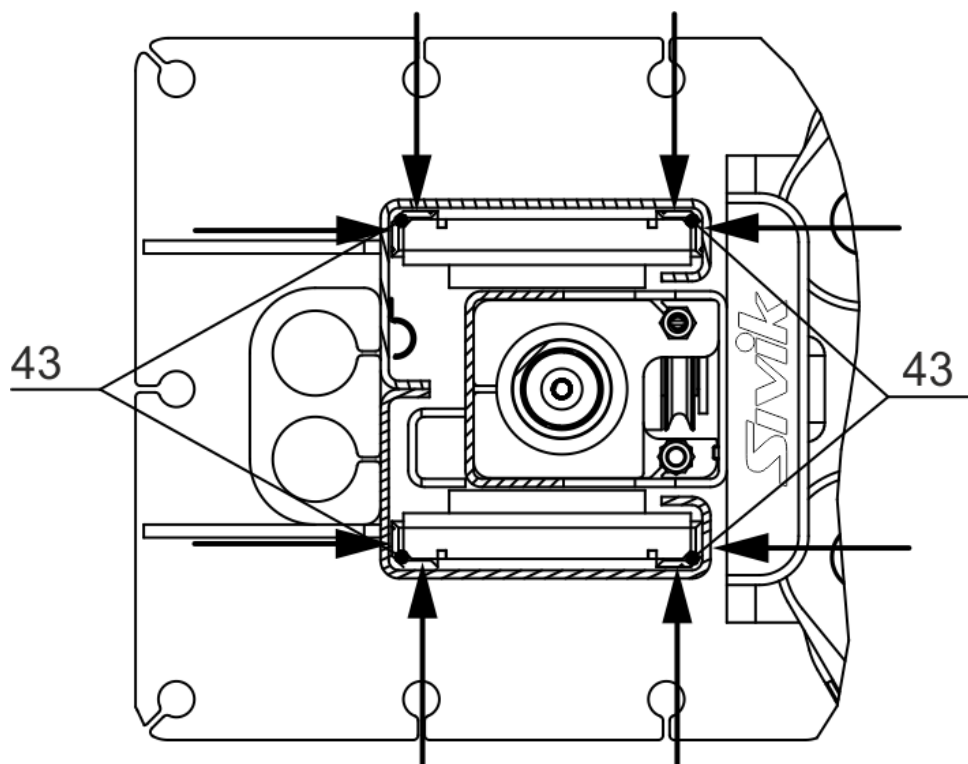

Рисунок 6.8 – Места смазки беговых дорожек (угловая зона 30х30 мм внутри стоек по всей длине)
6.12.2 Установить на перекладину 3 ограничительную дугу 47 (рисунок 6.8) с закрепленными на ней пластинчатыми пружинами 60 и 61. На перекладину 3 подъемника установить смонтированный на кабеле микровыключатель 57, с помощью винтов 23, шайб 29 и гаек 27. Одновременно установить защитный козырек 16 и защитную прокладку 15. Микровыключатель 57 необходимо установить так, чтобы он срабатывал при перемещении ограничительной дуги 47 вверх на 20...40 мм. Затем кабель микровыключателя 57, с помощью пластиковых хомутов, закрепить к рукаву так чтобы кабель не касался системы тросов 62.
6.14 Перед началом эксплуатации необходимо тщательно покрыть смазкой Литол-24 беговые дорожки внутри стоек на всем ходе кареток (рисунок 6.8), а также трос системы синхронизации кареток.